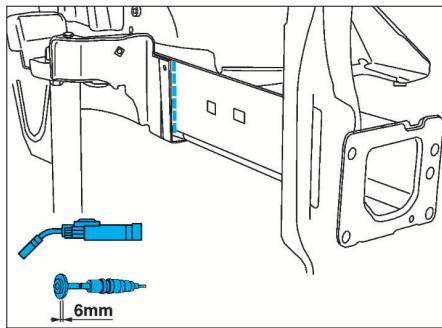

FIG. 9
- Souder au MIG ou avec une pointeuse électrique (Fig.9 à 11) puis meuler.